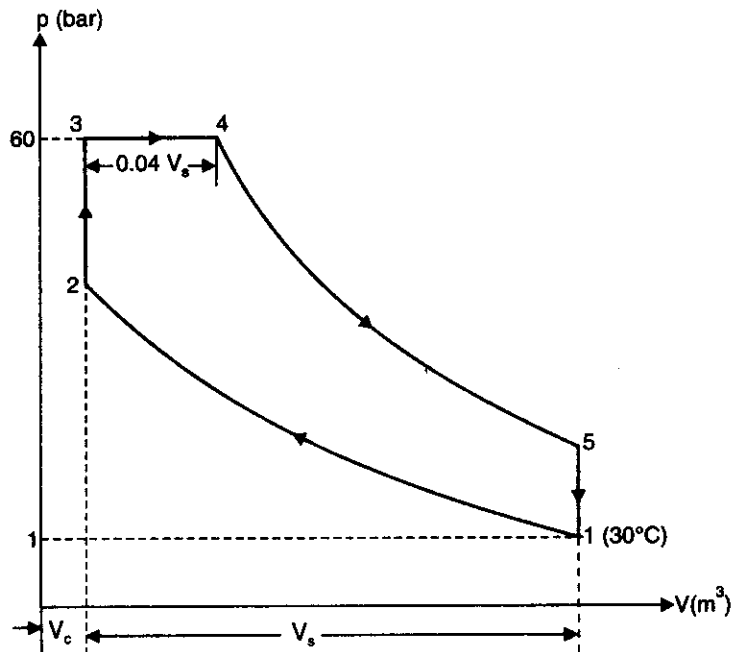

Fig. 13.21
**Solution.** Refer Fig. 13.21.